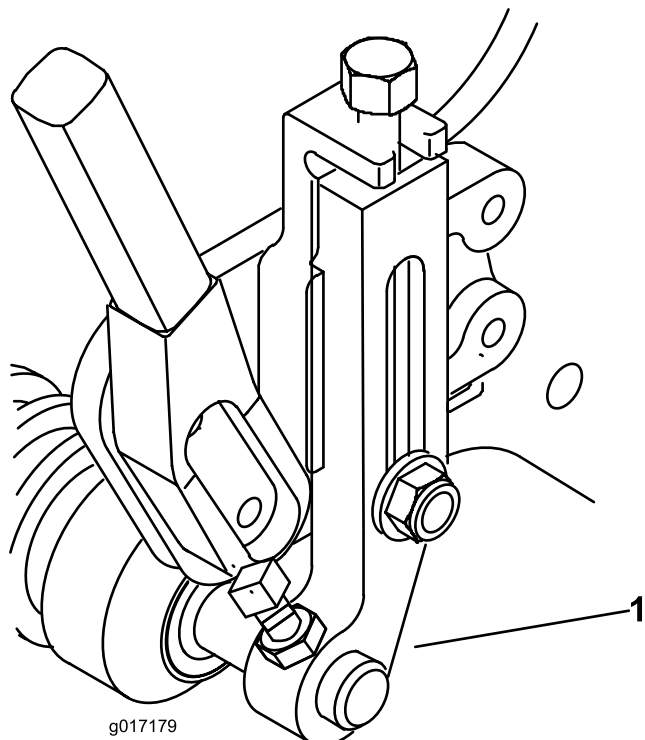

Figura 2
4. En el Greensmaster 1600 solamente, instale los brazos de altura de corte nuevos y el conjunto de rodillo con los tornillos de ajuste de la altura de corte, las contratuercas y los tornillos de fijación que retiró anteriormente (Figura 2).
En el Greensmaster 800 y 1000, instale los brazos de altura de corte que retiró anteriormente. Los brazos de ajuste de la altura de ambos modelos deben girarse a la posición delantera según se muestra en Figura 2.